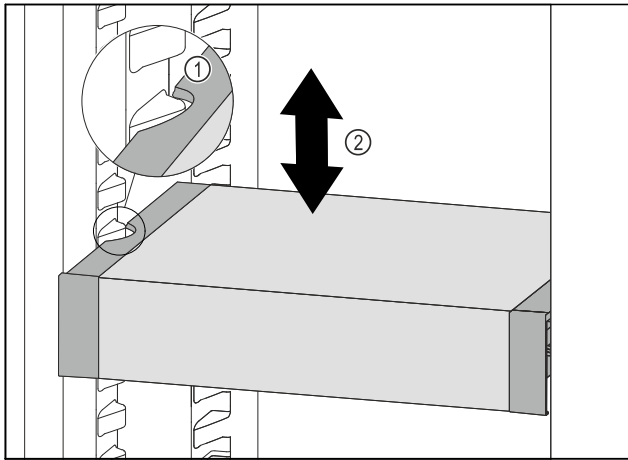

Fig. 198
- ▶ 向前移动 VarioSafe，直到 VarioSafe 两侧的凹槽与冷藏区中的容器肋梁持平。 Fig. 198 (1)
- ▶ 在冷藏区中向上或向下移动 VarioSafe，直至所需高度。 Fig. 198 (2)